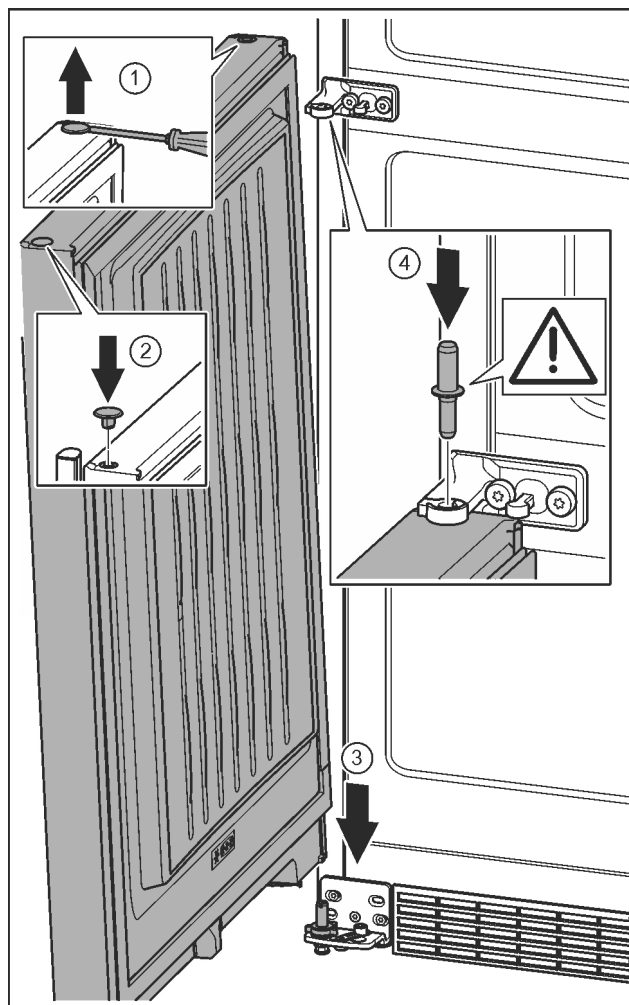

Fig. 22
- ▶ Ridicați cu precauție dopul cu o șurubelniță plată și extrageți-l. *Fig. 22 (1)*
- ▶ Introduceți dopul pe partea opusă a ușii. *Fig. 22 (2)*
- ▶ Așezați ușa de sus pe bolțul inferior de lagăr. *Fig. 22 (3)*
- ▶ Introduceți bolțul central de lagăr prin mijlocul suportului de lagăr în ușa inferioară. Aveți grijă aici ca respectiva camă de cuplare să fie îndreptată către înapoi. *Fig. 22 (4)*